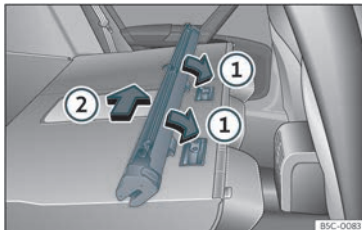

Fig. 123 Monter le filet de séparation sur le dossier de la banquette arrière.
- Placez la structure du filet sur les renforcements des rails de fixation dans le sens des flèches»» **fig. 123 ①**.
- Poussez la structure vers le côté gauche du véhicule dans le sens de la flèche»» **fig. 123 ②** et jusqu'à la butée.
- Tirez la structure du filet de 5 cm environ dans le sens contraire à celui de la flèche »» **fig. 123 ②**.
- Retirez la structure du rail de maintien en tirant dans le sens contraire à celui des flèches»» **fig. 123 ①**.